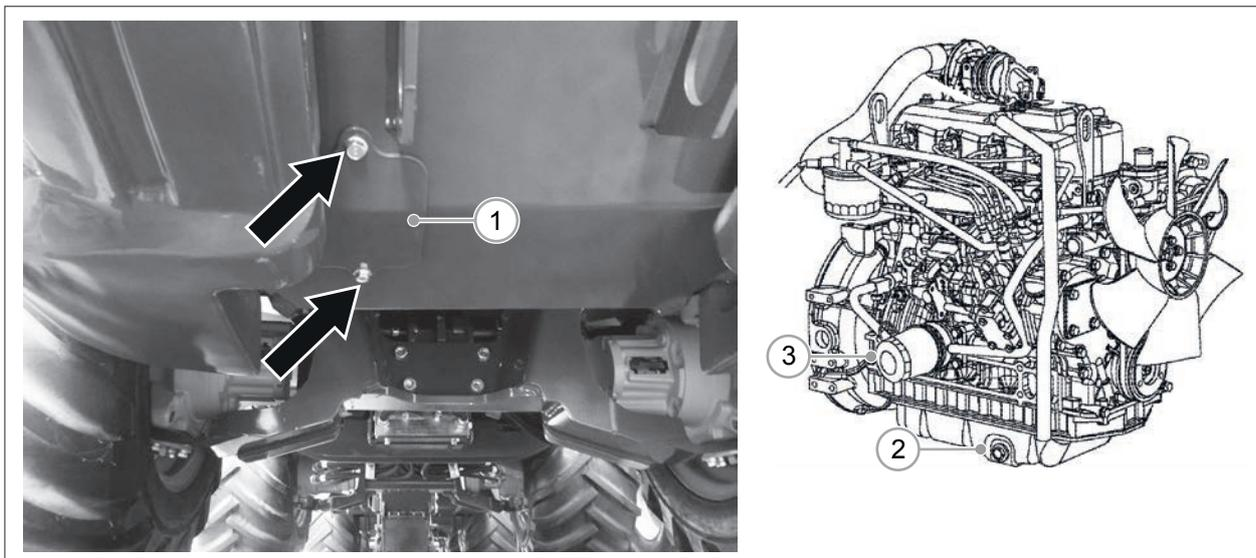

РИС. 64
Снимите защитную пластину (РИС. 64 - Сс. 1) под задней рамой.
Местонахождение маслосливной пробки (Сс. 2) масляного фильтра (Сс. 3) показано на РИС. 64.
- 4) Уровень охлаждающей жидкости холодного двигателя в расширительном бачке (РИС. 64 – Сс. 1) должен находиться между двумя отметками (РИС. 64 – Сс. 2 и Сс. 3).